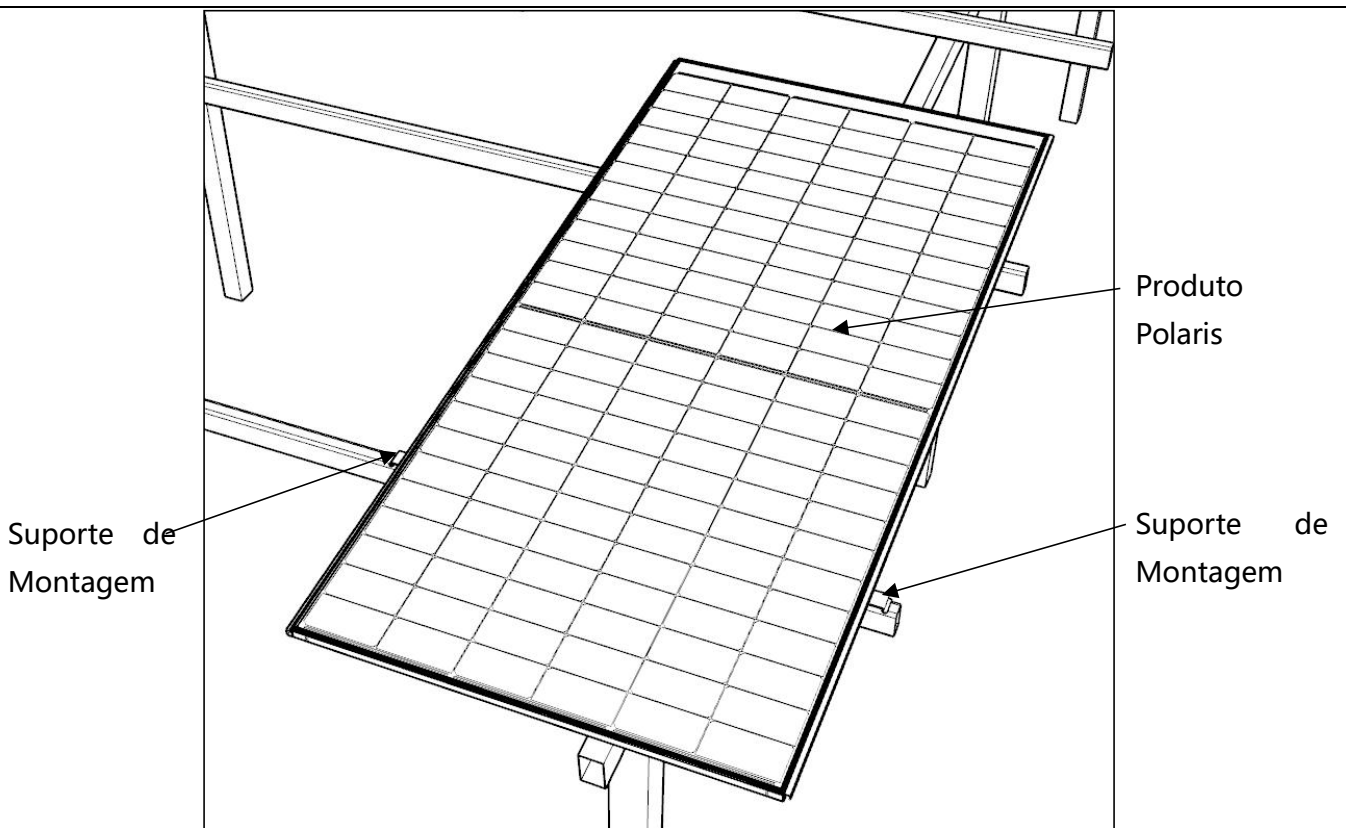

Figura 9
- 1) Após a conclusão da instalação dos acessórios, os produtos são instalados uma fileira de cada vez de baixo para cima. Primeiramente, instale os produtos na primeira fileira na parte inferior, coloque-os no suporte de montagem e certifique-se de que os quadros esquerdo e direito estejam na metade do suporte de montagem (Figura 9).